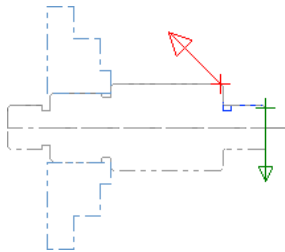

图 18.14 选取加工轮廓
Step2. 定义加工轮廓。在该对话框中选中 ☒ **接续** 复选框，然后在图形区中依次选取图 18.14 所示的轮廓线，单击  按钮，系统弹出“车床-精车 属性”对话框。